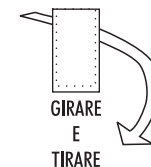

fig. 1
- Togliere il cappuccio protettivo ruotandolo e tirandolo delicatamente (vedi fig.1).